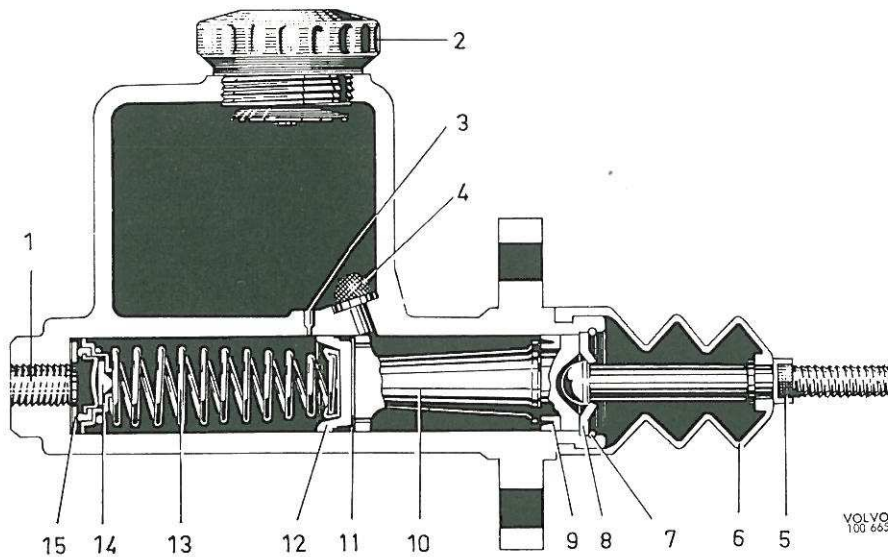

Figure 37. Maître-cylindre, 1 circuit
Le maître-cylindre de ce système est représenté sur la figure 37. Par les canaux percés dans la rondelle (15) l'espace situé devant les pistons est relié aux canalisations de frein, même lorsque la soupape (14) est fermée. Dans ce système, il n'y a donc pas de pression hydraulique résiduelle dans le circuit lorsque les freins se trouvent en position de repos.
1. Enlever le bouchon (2, figure 37 et 48) et vider le liquide de frein.